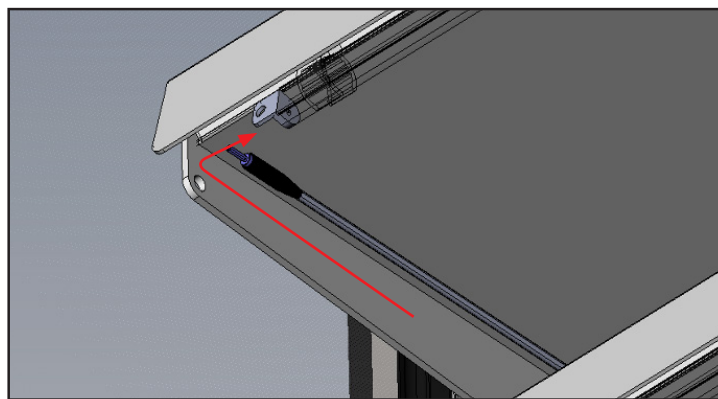

Рис. 2. Проложите кабель питания к светодиодному модулю.
2. Осторожно потяните кабель питания и проложите его к светодиодному модулю, расположенному под передним выступом полки. См. рис. 2.